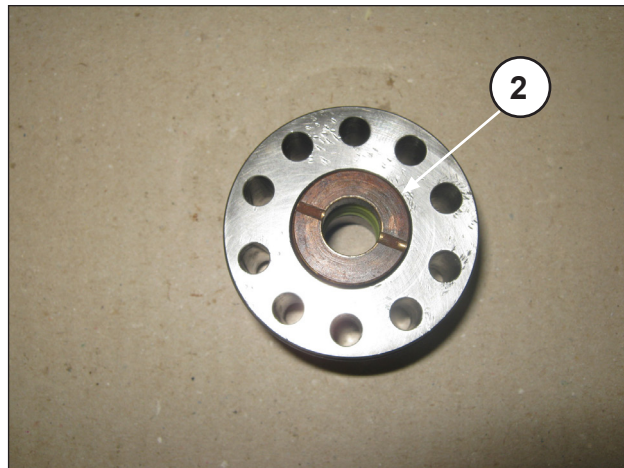
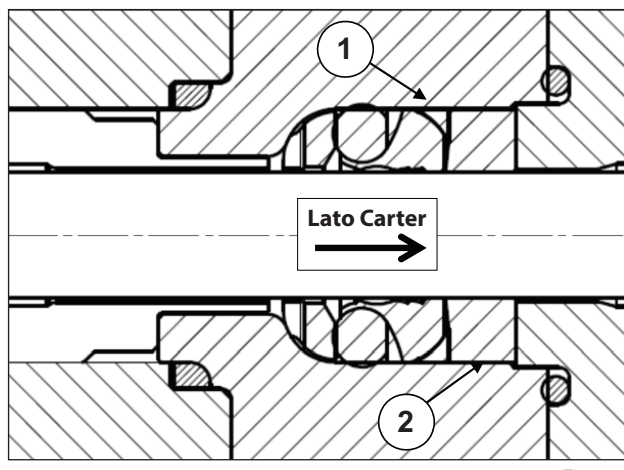
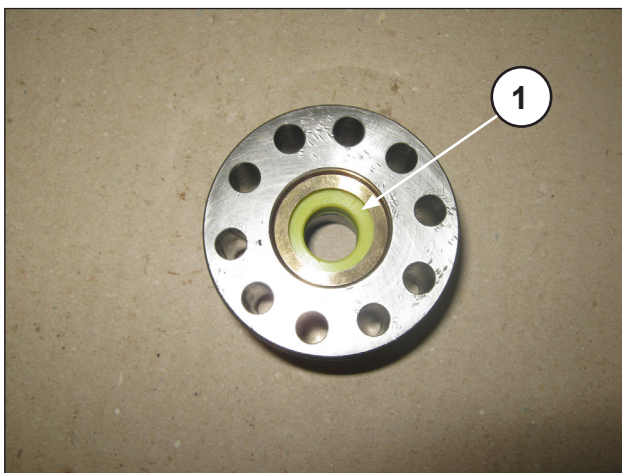

Fig. 46
Fig. 47
Fig. 45
- B) Sul diametro interno il grasso deve essere applicato prestando particolare cura al riempimento di tutte le sacche comprese tra i labbri di tenuta come indicato in Fig. 45.
- Introdurre l'anello antiestrusore ① e la bussola guarnizioni ② posizionati come da Fig. 45, Fig. 46, Fig. 47.
La bussola guarnizioni ③ deve essere introdotta nel supporto con gli scarichi rivolti verso l'esterno (lato carter) come indicato in Fig. 46 e in Fig. 47.